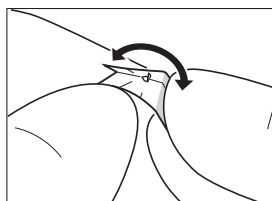

図3
5. 側方水路保持部が設置面(耳側皮膚上ドレープ面)形状に沿い易くする為に、後方に開いて掴み、山折ラインを湾曲させる。(図3)